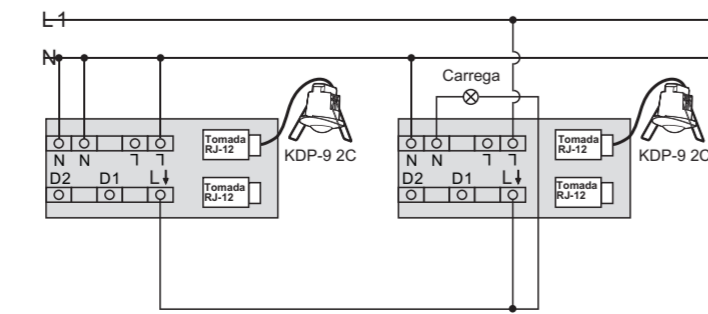

FIG. 6
- O modelo KDP-9 2C controla uma carga: (Ver FIG. 6).